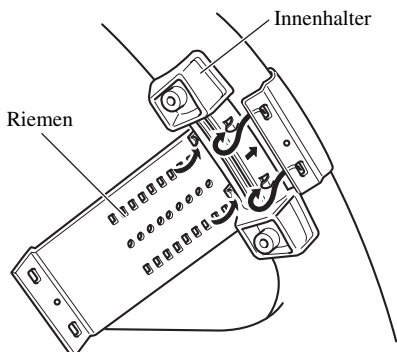

Abb. 7
1. Den Innenhalter mit dem Riemen am Innenumkreis des Lenkrads anbringen. (Abb. 7)